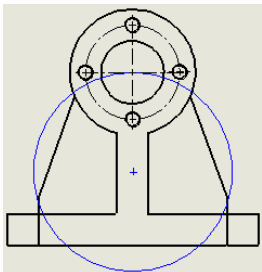

图 14-57 绘制圆后的主视图
② 绘制圆。单击“草图”工具栏中的“圆”图标按钮, 在主视图中绘制一个圆，作为剪裁区域，如图 14-57 所示。